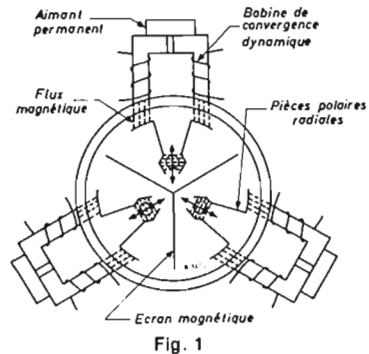
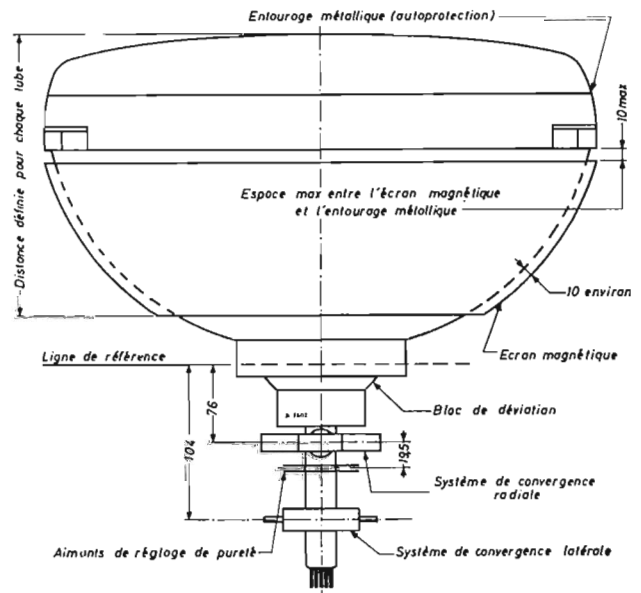

Fig. 1
Fig. 2
Chacun des trois canons est muni d'une paire de pièces polaires pour la convergence radiale. La convergence radiale peut être assurée à l'aide d'aimants externes et de bobines disposés sur le col du tube. Les flux magnétiques qu'ils engendrent sont couplés aux pièces polaires associées au travers du col de verre du tube. La forme des pièces polaires est indiquée sur la figure 1; le blindage interne empêche l'interaction entre les divers champs magnétiques. La figure 2 montre la disposition des composants sur le col du tube.
1 - BLINDAGE MAGNÉTIQUE (fig. 2).
2.2 - Positionnement (fig. 2).